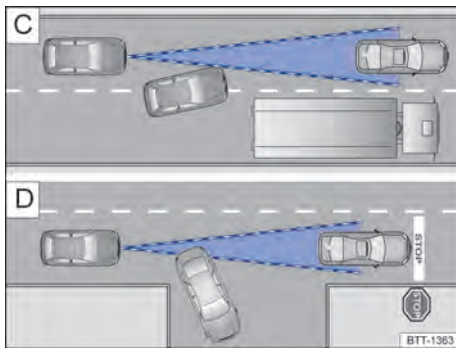

Fig. 109 [C] Mudança de faixa. [D] Veículo virando ao parado.
Por exemplo, se um veículo detectado pelo ACC virar ou mudar de faixa, e se houver um veículo parado à frente deste veículo, o ACC não reagirá ao veículo parado → Fig. 109 [D].
- Veículos que mudam para a faixa onde você se encontra com pouca distância do veículo → Fig. 109 [C].